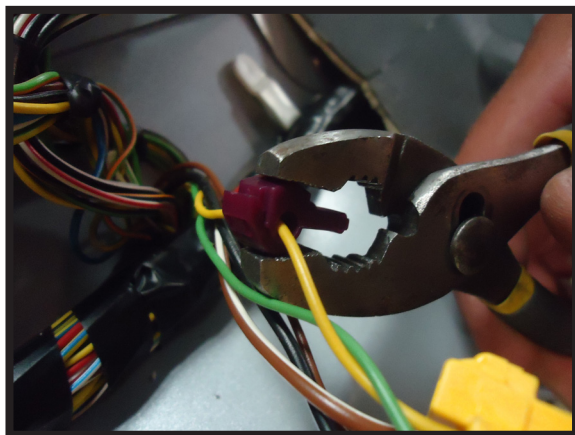

图30
6. 根据提供的接线图，安装四 (4) 个接头，连接到线束的公头端子。(图30 和31)